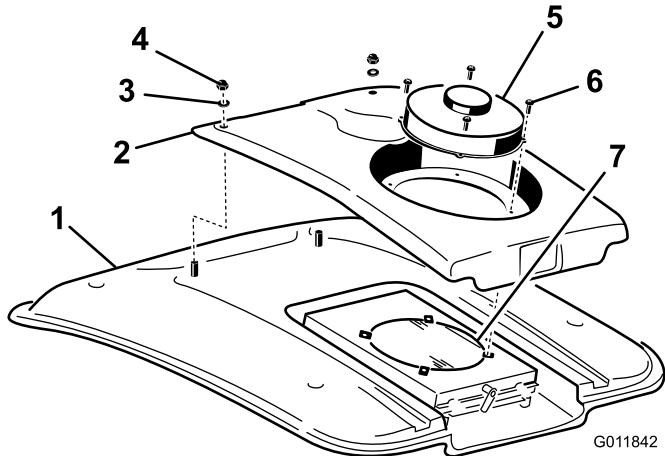

図 104
2. ファン取り付け部にファンとコンデンサを固定しているねじ（4本）を外す（図 104）。
4. コンデンサカバーの前部をキャブの屋根に固定しているナット（2個）とワッシャを外す（図 104）。
8. スクリーンを圧縮空気でていねいに洗浄する（図 104）。